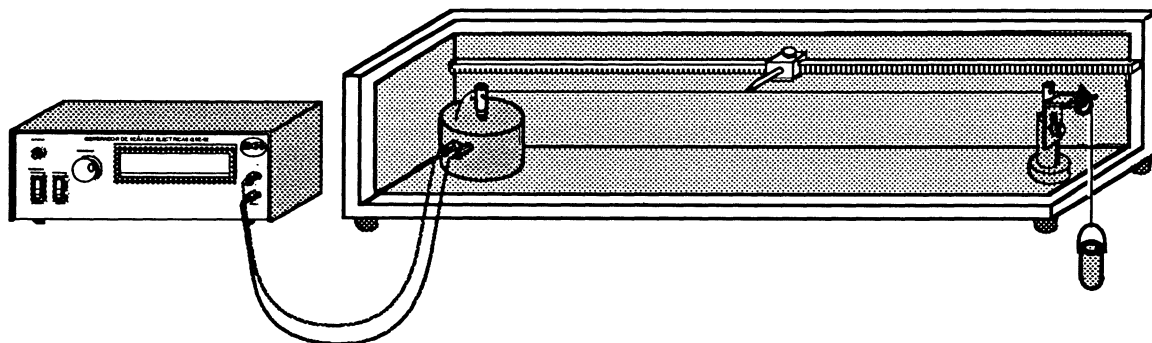

Figura 1.- Instalación del Equipo.
- 1.- Instale el Sistema de Ondas Mecánicas como se muestra en la figura 1 con una de las cuerdas.